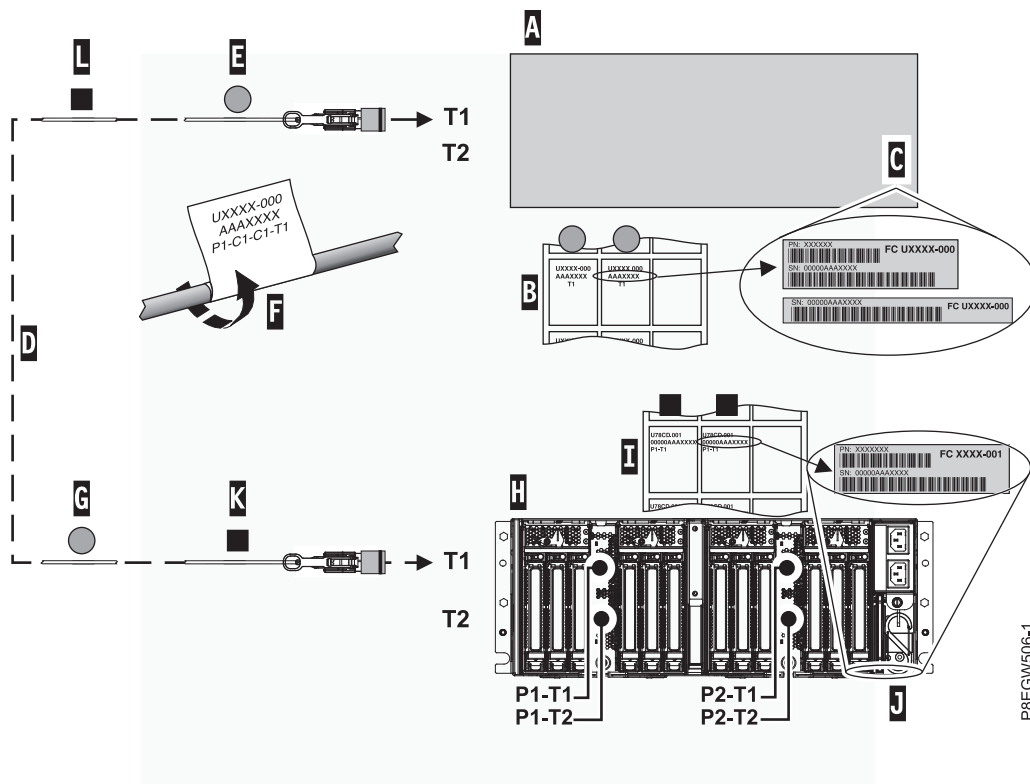

Figure 17. Etiquetage d'un câble optique actif
**Remarque :** Lorsque vous exécutez ces étapes, vous pouvez vous référer à la figure 17, à la page 23.
- a. Repérez le système hôte (A) que vous connectez au tiroir d'extension EMX0 PCIe3.
- b. Repérez la planche d'étiquettes de numéros de série de système hôte (B).
- c. Faites correspondre le numéro de série de système hôte (C) au numéro de série indiqué sur la planche d'étiquettes de système hôte.
- e. Repérez les étiquettes sur la planche d'étiquettes de système hôte (B) qui correspondent à l'emplacement de l'adaptateur de câble PCIe3 sur le système hôte.
- f. Sélectionnez l'un des câbles de tiroir d'extension en tant que câble supérieur (D) à connecter au port T1.
- g. Associez l'étiquette Cx-T1 la plus à gauche à l'extrémité connecteur du câble (E). Voir figure 17. Apposez l'étiquette de telle manière que les informations concernant l'emplacement (F) soient visibles.
- h. Retirez la seconde étiquette Cx-T1 de la planche d'étiquettes de système hôte (B) et placez-la à l'autre extrémité du câble qui sera connecté au tiroir d'extension EMX0 PCIe3. Prenez soin de placer cette étiquette à plus de 100 mm de l'extrémité du câble (G). Voir figure 17.
**Remarque :** Lorsque vous exécutez ces étapes, vous pouvez vous référer à la figure 17.
- a. Repérez le tiroir d'extension EMX0 PCIe3 (H) que vous connectez au système hôte.
- b. Repérez la planche d'étiquettes de numéros de série de tiroir d'extension EMX0 PCIe3 (I).
- c. Faites correspondre le numéro de série de tiroir d'extension EMX0 PCIe3 (J) au numéro de série indiqué sur la planche d'étiquettes de tiroir d'extension EMX0 PCIe3 (I).
- f. Associez l'étiquette Px-T1 la plus à gauche à l'extrémité connecteur du câble (**K**). Voir figure 17, à la page 23. Apposez l'étiquette de telle manière que les informations concernant l'emplacement (**F**) soient visibles.
- g. Retirez la seconde étiquette Px-T1 de la planche d'étiquettes de tiroir d'extension et placez-la à plus de 100 mm de l'autre extrémité du câble (**L**). Voir figure 17, à la page 23.